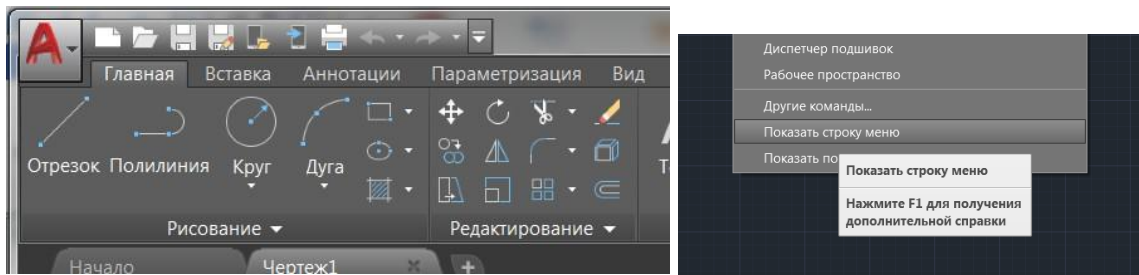

Рисунок 3 – Строка меню
2. При необходимости нажмите на стрелку вниз на панели быстрого доступа и выберите «Показать строку меню». (Рисунок 3)